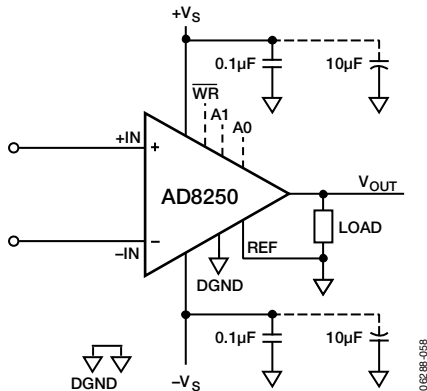

図51. 電源デカップリング（REFと出力はグラウンドを基準）
0.1 $\mu$ Fのコンデンサは、各電源ピンの近くに接続します。10 $\mu$ Fのタンタル・コンデンサはデバイスから離れたところに接続できます（図51を参照）。多くの場合、これらのコンデンサは他の高精度ICと共用できます。